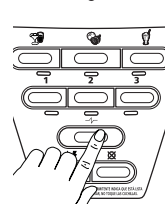

Fig. 26
1. Presione y mantenga presionado el botón de pulso (Fig. 26).